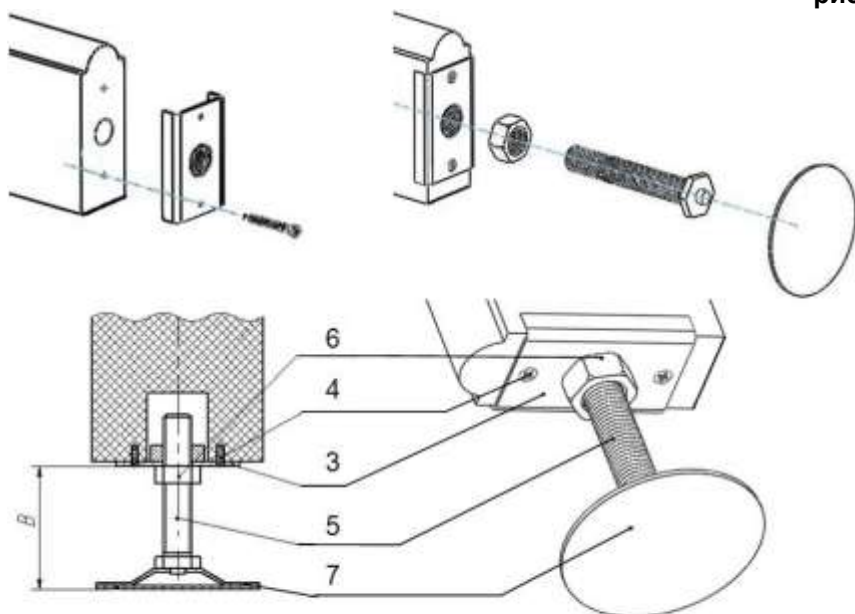

рисунок 3
2) правильность установки винтовых домкратов и **размер «В», который должен быть не более 70 мм (рисунок 3)**.